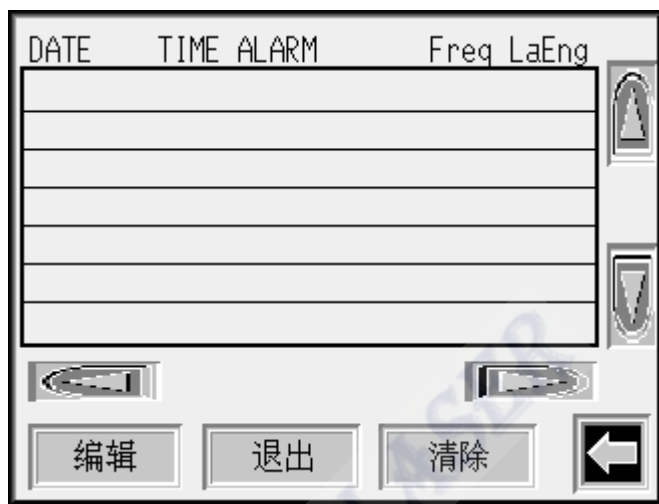

图 5-35 历史记录界面
- **历史记录：**分别记录发生日期、时间、报警信息。当要查看历史记录时选择 [历史记录] 按钮，会弹出如图 5-35 的历史记录界面。